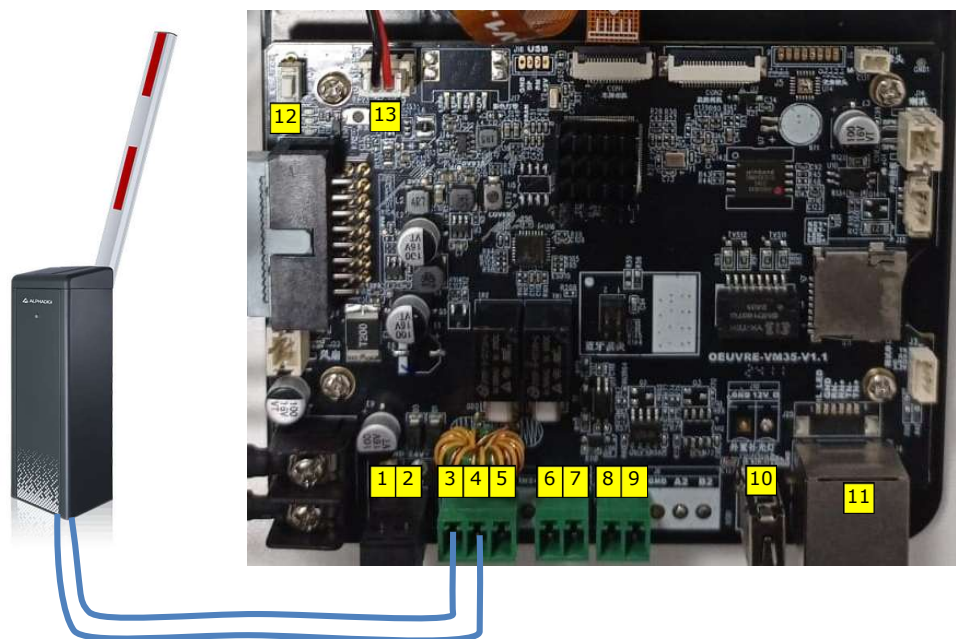

Figura 7
**COM** = Comum e **TN1** = Abrir Cancela. Veja Figura 7.